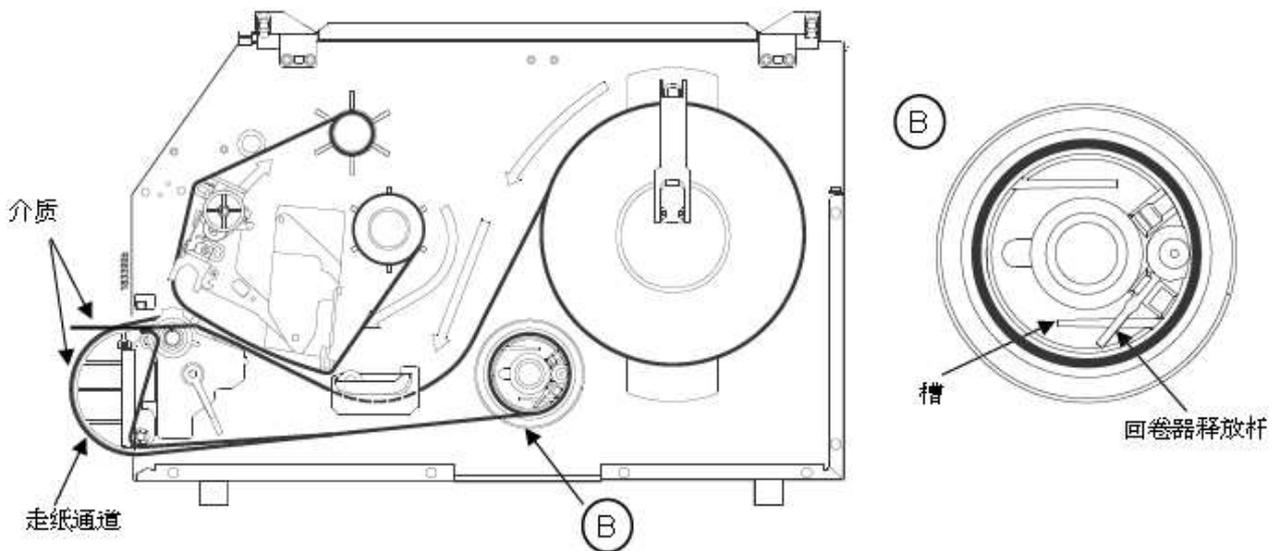

图 2 安装介质
1. 如想安装介质，参照 图2 并遵守第 29 页“安装介质”步骤 1-9。
9. 如图2所示完成介质操作。